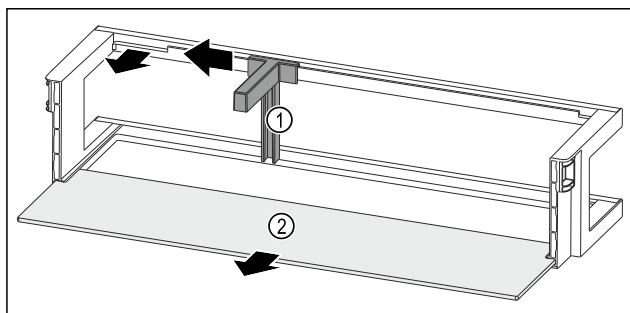

Fig. 128 Deurrek met flessenhouder en draagplateau
- Flessenhouder Fig. 128 (1) tot aan de uitsparing opzij schuiven.
- Flessenhouder Fig. 128 (1) verwijderen.
- Draagplateau Fig. 128 (2) verwijderen.